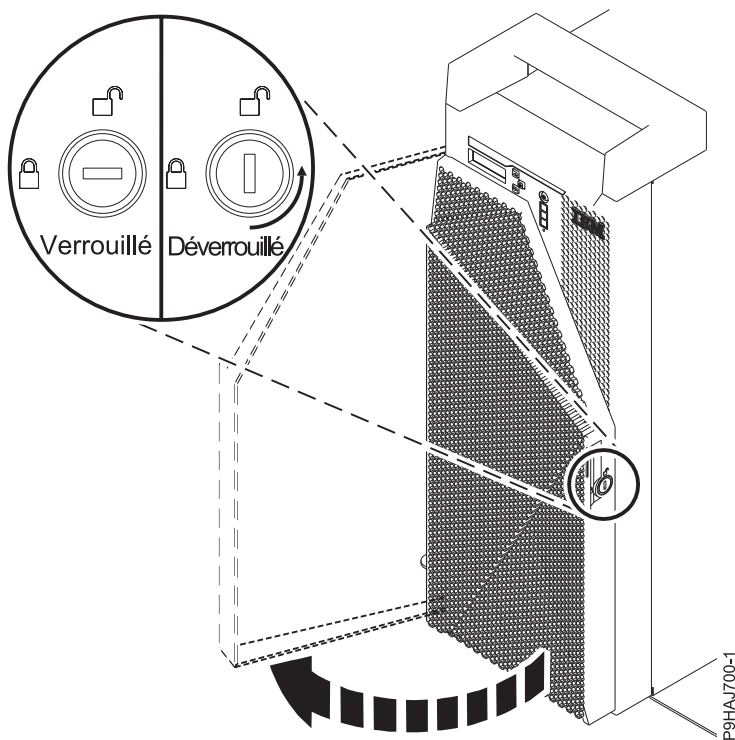

Figure 9. Déverrouillage du volet avant
1. Insérez la clé du volet avant dans le verrou, comme illustré dans la figure 9, à la page 27. Tournez la clé vers la gauche (dans le sens contraire des aiguilles d'une montre) afin de déverrouiller le volet. Horizontal correspond à la position verrouillée ; vertical correspond à la position déverrouillée. Ouvrez le volet avant.